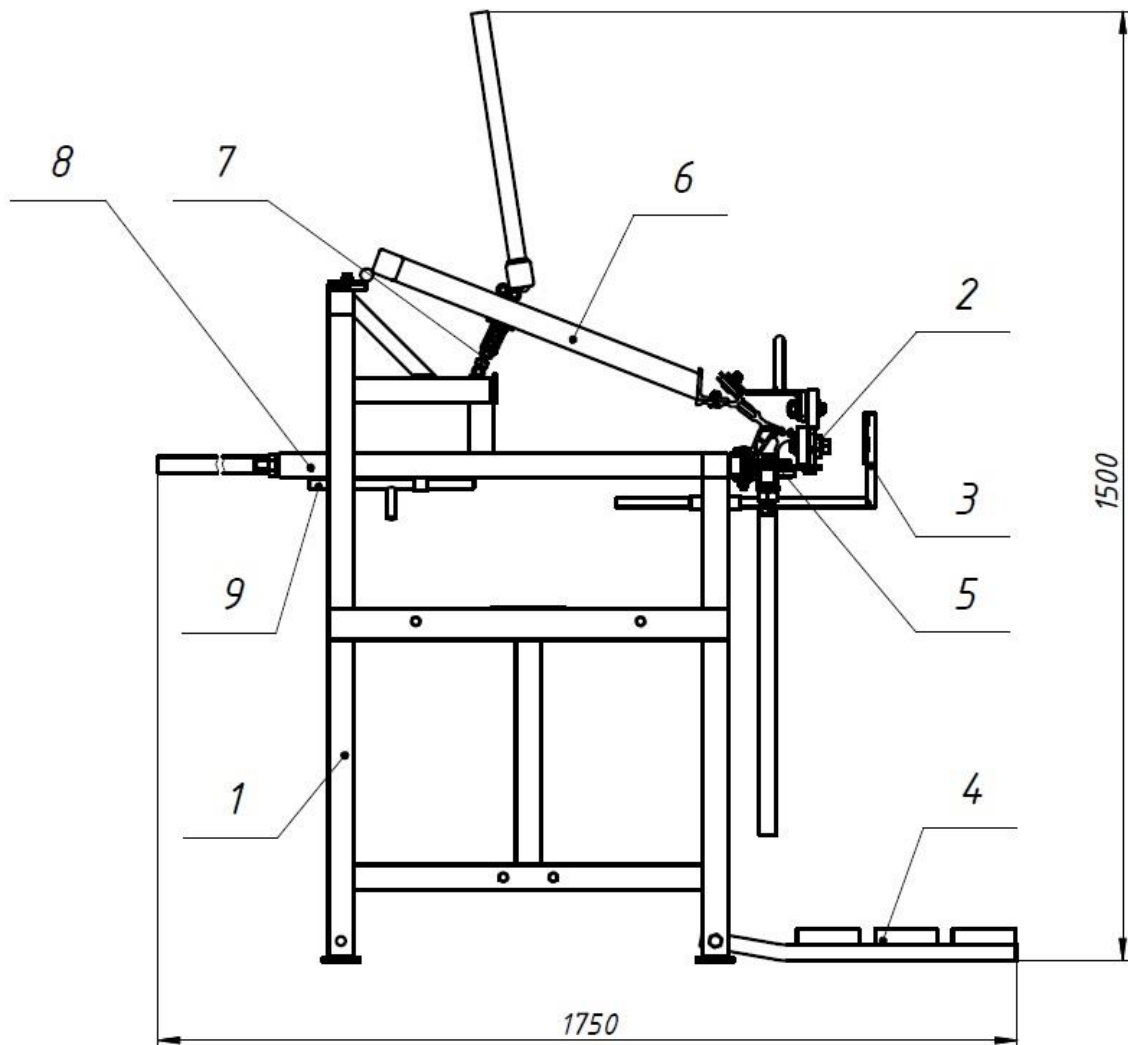
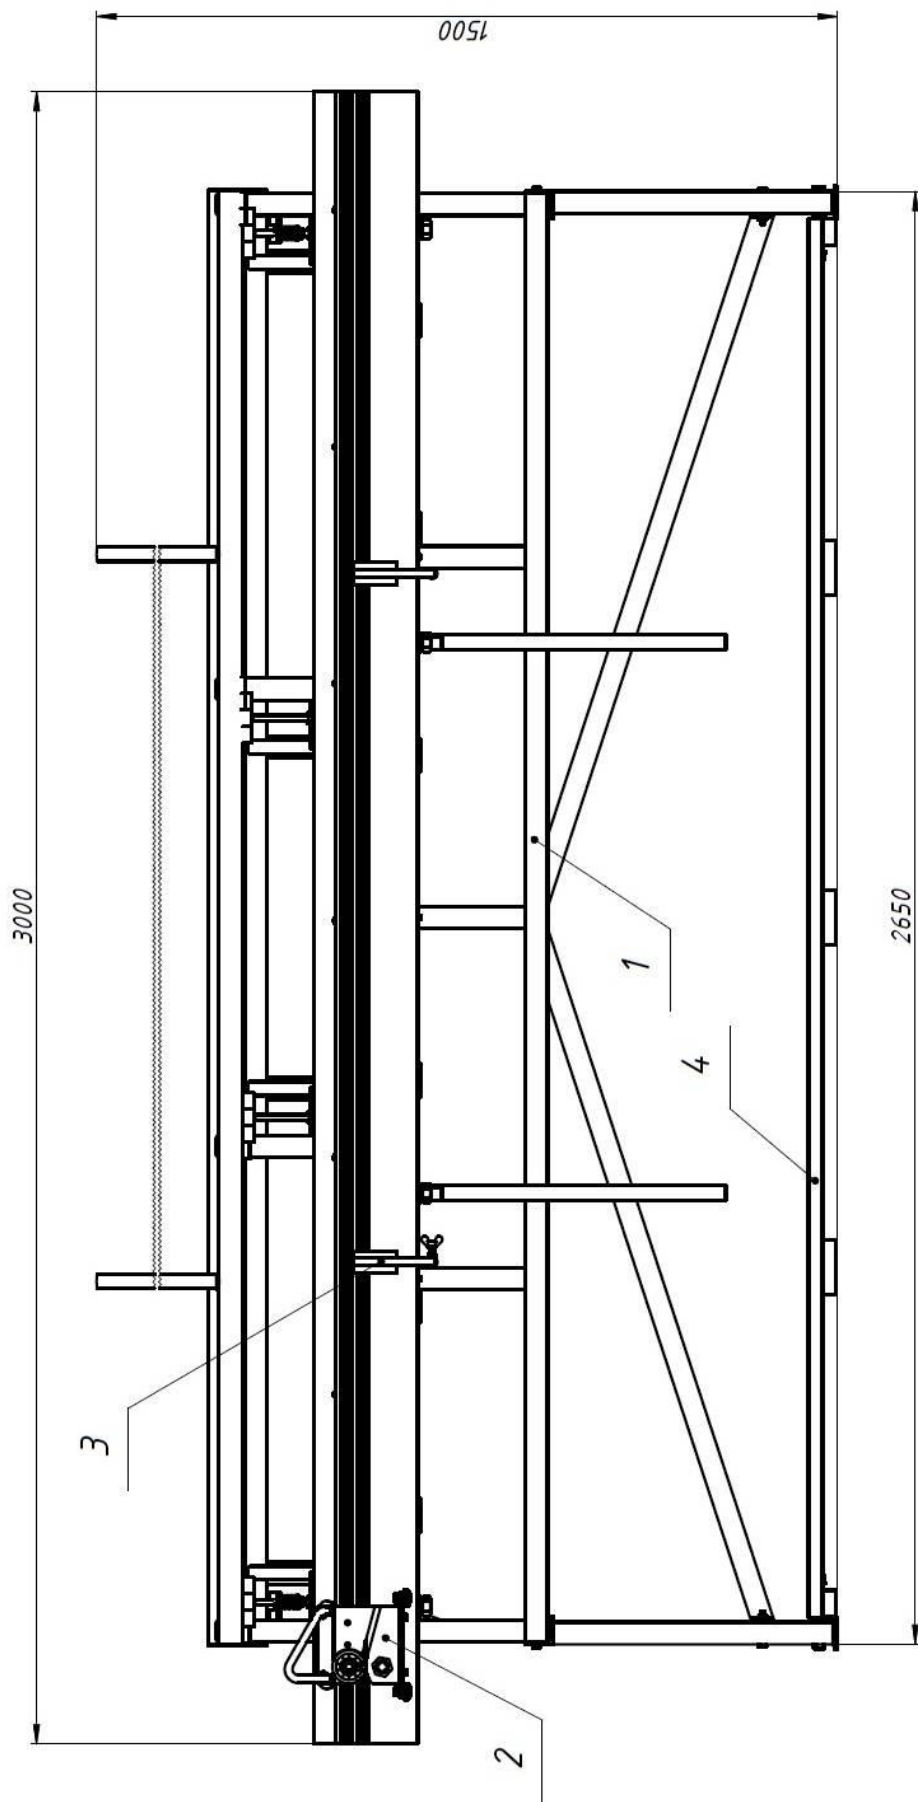

Рис.2. Общий вид листогиба.
Рис.3. Общий вид листогиба.
4.2. Общий вид листогиба указан на рис. 2 и рис.3.
5.1. Листогиб состоит из (см. рис. 2 и рис.3) рамы листогиба 1, дисковая отрезная машинка 2, переднего упора 3, деревянного поддона 4, переднего пуансона с двумя ручками 5, прижимной рамы с матрицей 6, направляющей 3, кулисы регулировки силы прижима 7, заднего пуансона дожимав 8, стопора заднего пуансона 9.